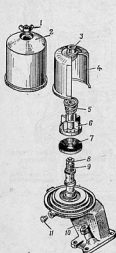

Рис. 130. Разборка фильтра очистки масла (центрального):
6. Через одно ТО-I очистите полнопоточный масляный фильтр (рис. 130).